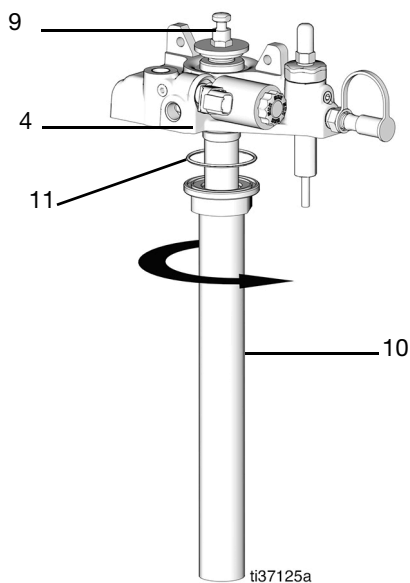
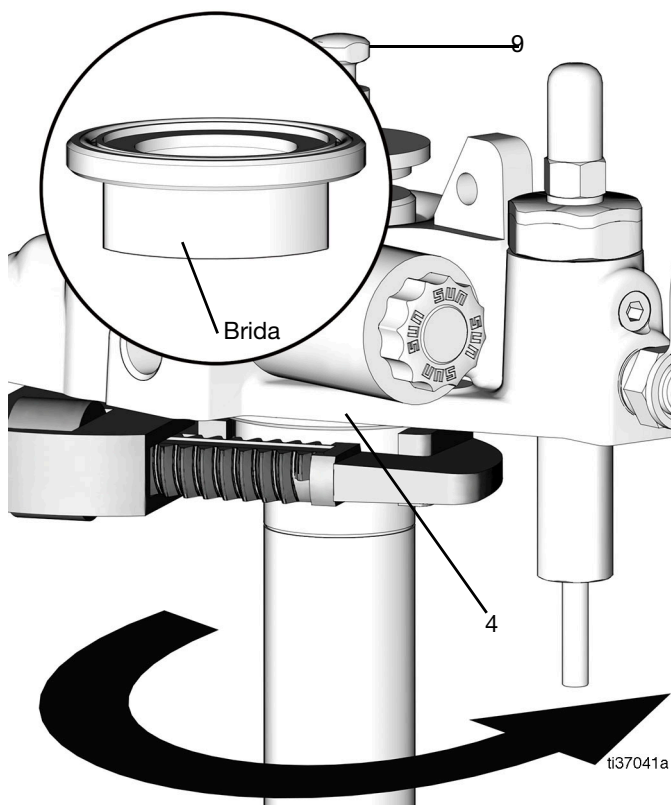

FIG. 65
FIG. 66
- 25. Vuelva a poner la junta tórica (11) y engrásela un poco (FIG. 65).
- 26. Deslice el doble tubo (10) sobre el conjunto y hacia arriba del alojamiento de la bomba. Apriete la brida (a un par de 54,2 N•m [40 lb-pie]) (FIG. 65 y FIG. 66).